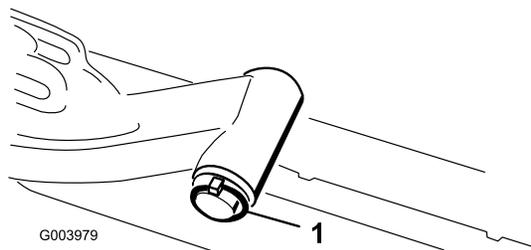

図 12
- A. 昇降アームのピボットシャフトを昇降アームに固定しているリンチピンとワッシャを外し、昇降アームからピボットシャフトを抜き出す 図 12。
- C. 昇降アームのシャフトを昇降アームに差し込み、ワッシャとリンチピンで固定する 図 12。